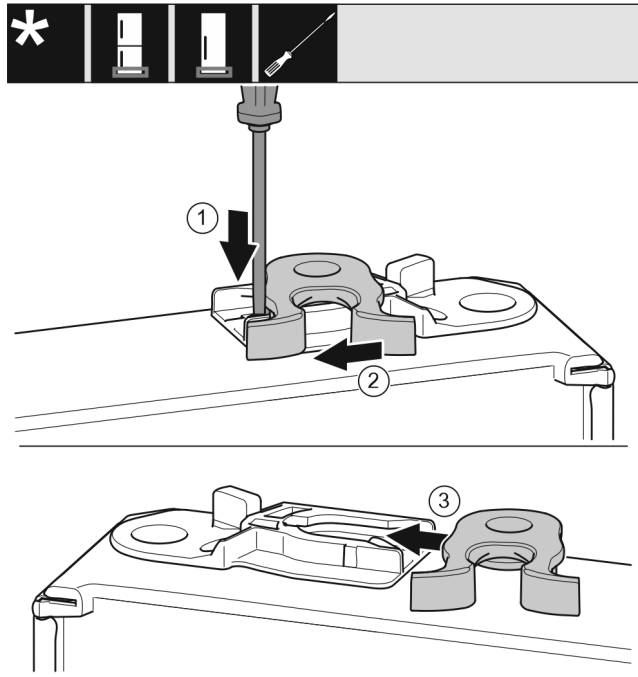

Fig. 20
- ▶ Shtypni për poshtë gjuhëzën *Fig. 20 (1)* me një kaçavidë me kokë petë.
- ▶ Nxirrni jashtë nga foleja udhëzuese grepat e mbylljes *Fig. 20 (2)*.
- ▶ Futni grepat e mbylljes *Fig. 20 (3)* në folenë udhëzuese në anën tjetër.